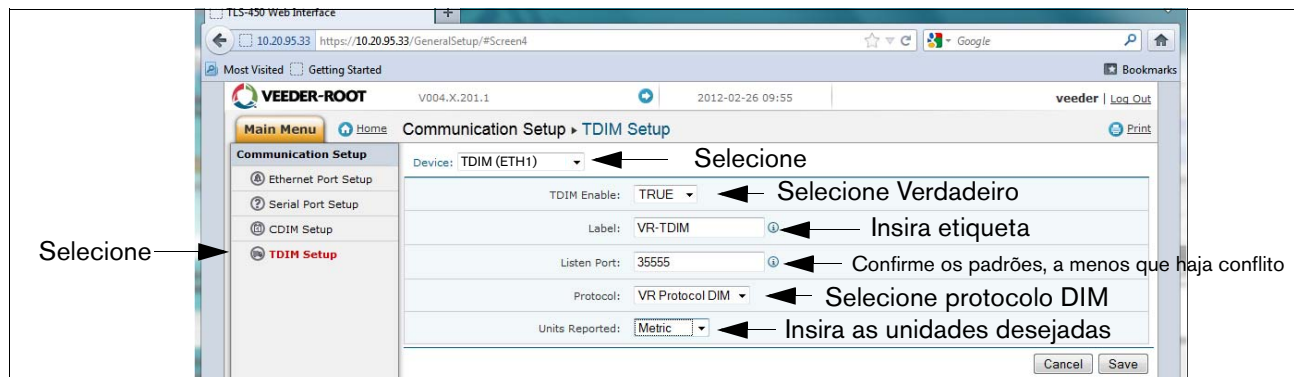

Figura B-8. Configuração TDIM
10. Selecione Configuração “TDIM”. Selecione “TDIM (ETH1)” do menu em lista. No menu em lista “Habilitar TDIM”, selecione “VERDADEIRO” e insira uma etiqueta (máximo de 20 caracteres). Depois, selecione o protocolo DIM que está sendo usado e clique em “Salvar”. Confirme os padrões de portas listadas (a menos que haja conflito com outro dispositivo). Depois, selecione as unidades desejadas (ver exemplo na Figura B-8). Depois que tiver finalizado, clique em “Salvar” para guardar essas configurações.